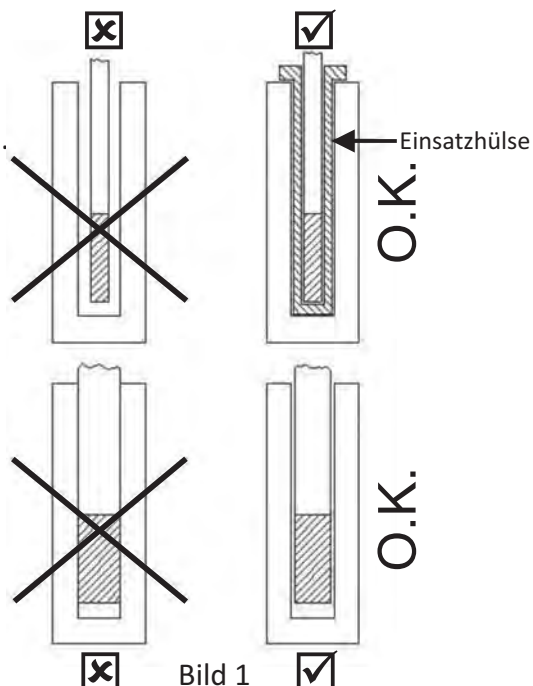

Bild 1
- Der Durchmesser der Bohrung im Metallblock muss etwas größer sein als der Fühlerdurchmesser (Bild 1), und zwar: